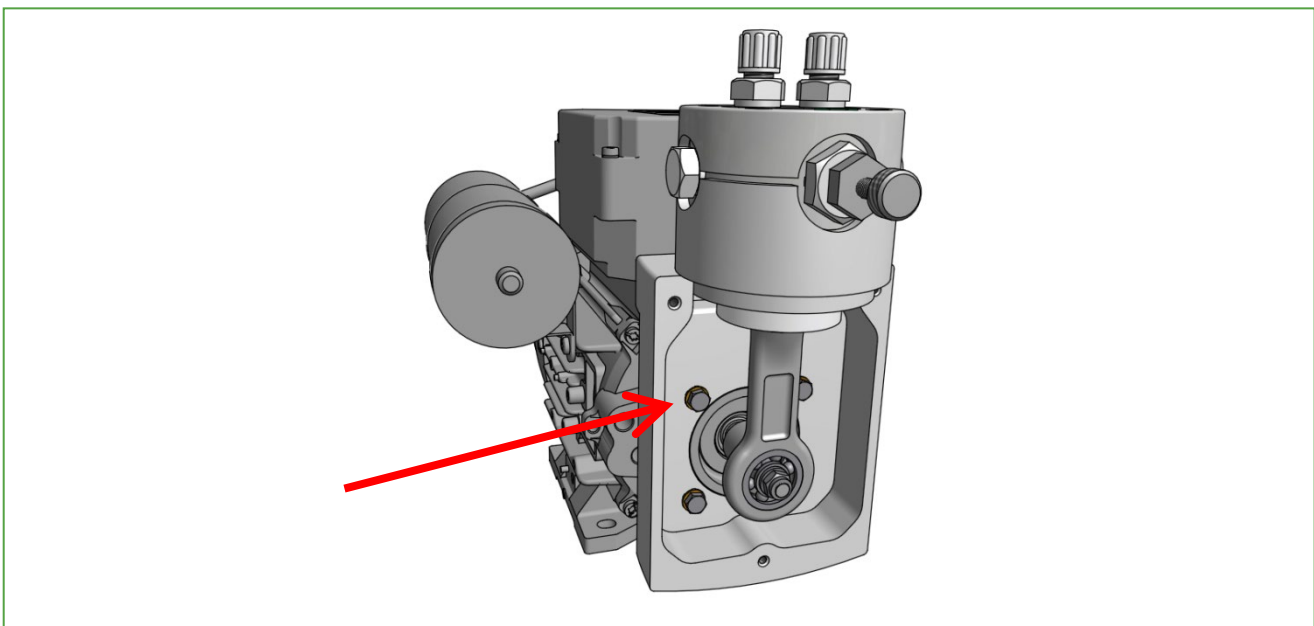

Abbildung 6 Pumpenkopf drehen
- Nun können die vier Flanschschauben gelöst werden (siehe Abbildung 6)